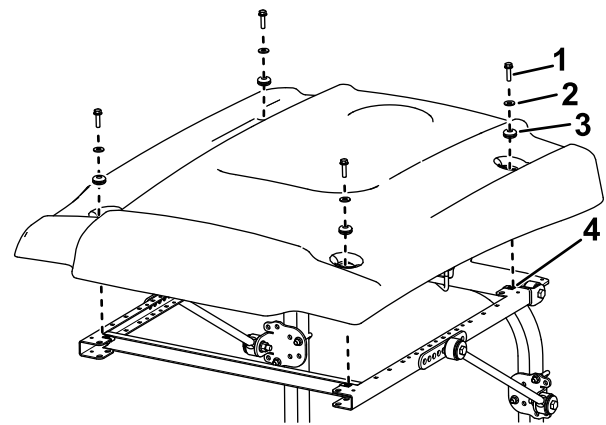

Bild 21
16. Positionieren Sie das Sonnendach beim Ausfluchten der Befestigungslöcher am Rahmen wie in Bild 21 abgebildet.
17. Befestigen Sie jede Ecke des Sonnendachs mit einer Bundkopfschraube (5/16" x 1"), einer kleinen Scheiben und einer Scheibe lose am Rahmen (Bild 21).